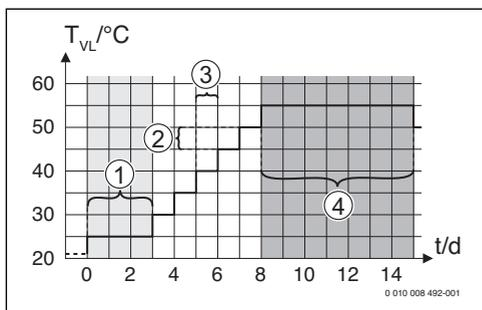
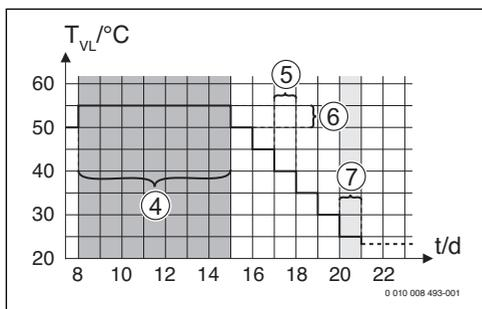

Рис. 20 Выполнение сушки пола с первоначальными установками на стадии нагрева
Рис. 21 Выполнение сушки пола с первоначальными установками на стадии охлаждения
Ожидание перед стартом	<p>Нет времени ожидания: программа сушки пола сразу запускается для выбранных отопительных контуров.</p> <p>1 ... 50 дней: программа сушки пола запускается через заданное время. Выбранные отопительные контуры в течение времени ожидания выключены, защита от замерзания активна (→ рис. 20, время до дня 0)</p>
Продолж. нач альн. стадии	<p>Нет начальной стадии: начальная стадия отсутствует.</p> <p>1 ... 3 ... 30 дней: промежуток времени между началом начальной стадии и следующей стадией (→ рис. 20, [1]).</p>
Темп. начальной стадии	20 ... 25 ... 55 °C: температура подающей линии во время начальной стадии (→ рис. 20, [1])
Шаг стадии нагрева	<p>Нет стадии нагрева: стадия нагрева отсутствует.</p> <p>1 ... 10 дней: промежуток времени между ступенями (величина шага) на стадии нагрева (→ рис. 20, [3])</p>
Разн. темп. ста дии нагрева	1 ... 5 ... 35 К: разница температур между ступенями на стадии нагрева (→ рис. 20, [2])
Продолж. ста дии выдерж	1 ... 7 ... 99 дней: промежуток времени между началом стадии выдержки (продолжительность сушки пола с максимальной температурой) и следующей стадией (→ рис. 20, [4])
Темп. стадии выдержки	20 ... 55 °C: температура подающей линии во время стадии выдержки (максимальная температура, → рис. 20, [4])
Шаг стадии охлаждения	<p>Нет стадии охлаждения: стадия охлаждения отсутствует.</p> <p>1 ... 10 дней: промежуток времени между ступенями (величина шага) на стадии охлаждения (→ рис. 21, [5]).</p>
Разн. темп. ста дии охладж.	1 ... 5 ... 35 К: разница температур между ступенями на стадии охлаждения (→ рис. 21, [6]).
Продолж. кон еч. стадии	<p>Нет конечной стадии: конечная стадия отсутствует.</p> <p>Постоянно: время окончания конечной стадии не установлено.</p> <p>1 ... 30 дней: промежуток времени между началом конечной стадии (последняя температурная ступень) и окончанием программы сушки пола (→ рис. 21, [7]).</p>
Темп. конечн ой стадии	20 ... 25 ... 55 °C: температура подающей линии во время конечной стадии (→ рис. 21, [7]).
Таб. 11 Параметры меню Сушка пола (на рис. 20 и 21 показано выполнение программы сушки пола с первоначальными установками)
**Пояснения к рис. 20 и рис. 21:**